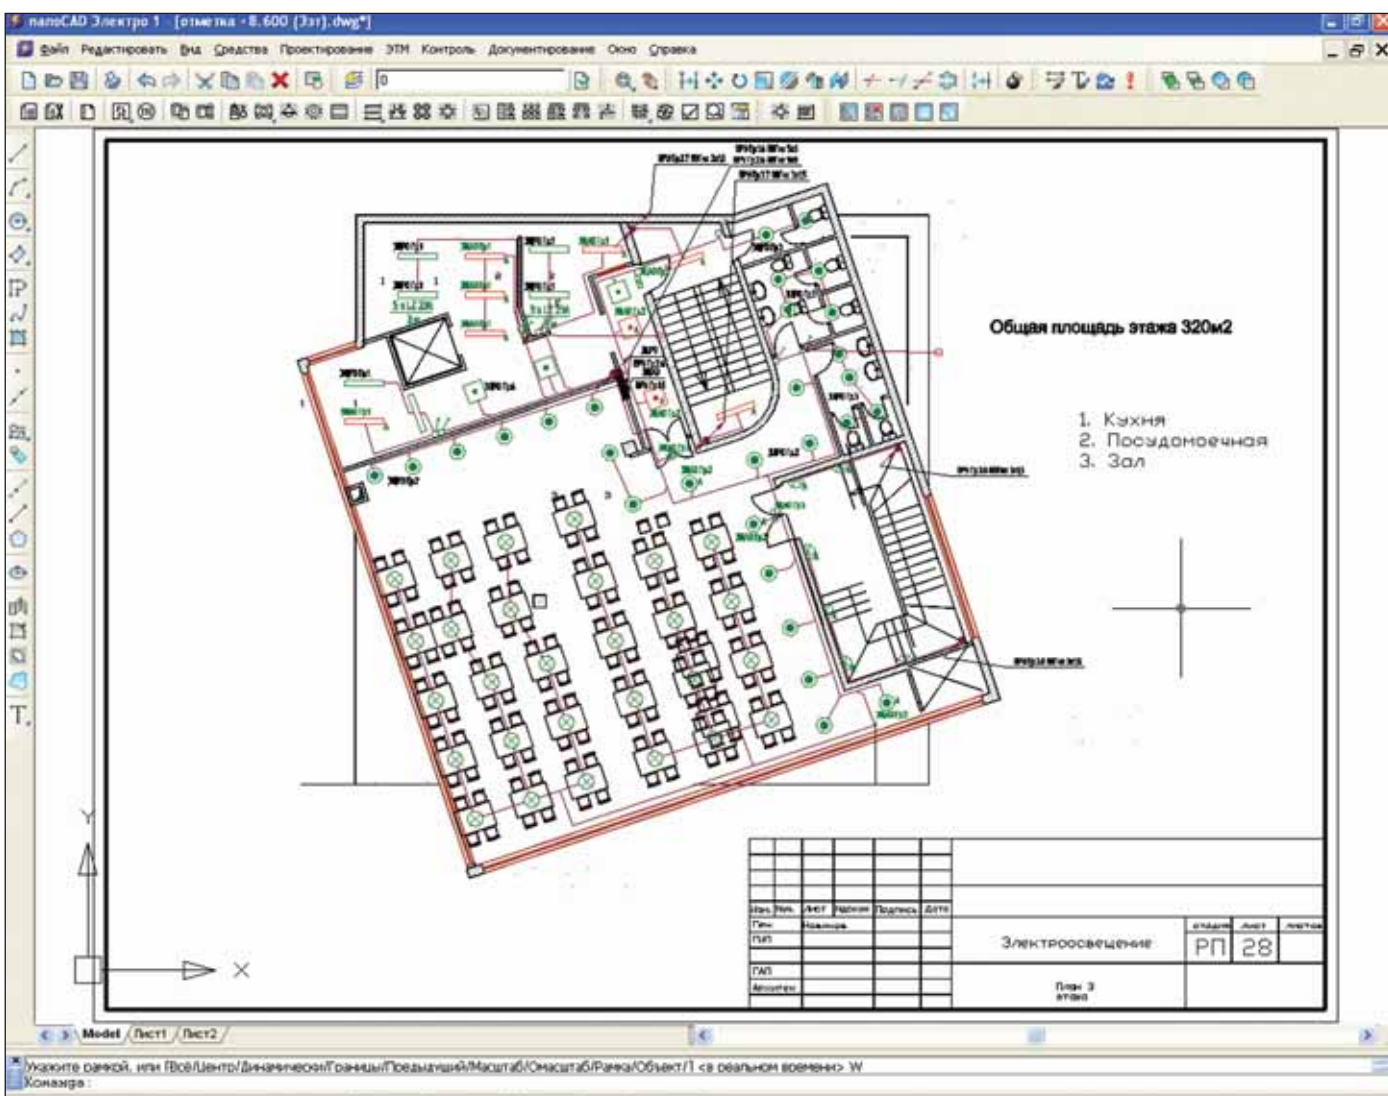

Рис. 7
- планы расположения оборудования и прокладки кабельных трасс (рис. 7);